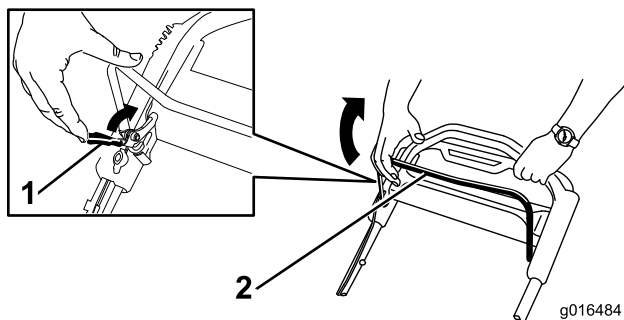

Figura 22
1. Tire hacia atrás del seguro de la barra de control de las cuchillas hasta que llegue a la barra de control de las cuchillas (Figura 22).
2. Tire hacia atrás **lentamente** de la barra de control de las cuchillas hasta que llegue al manillar (Figura 22).